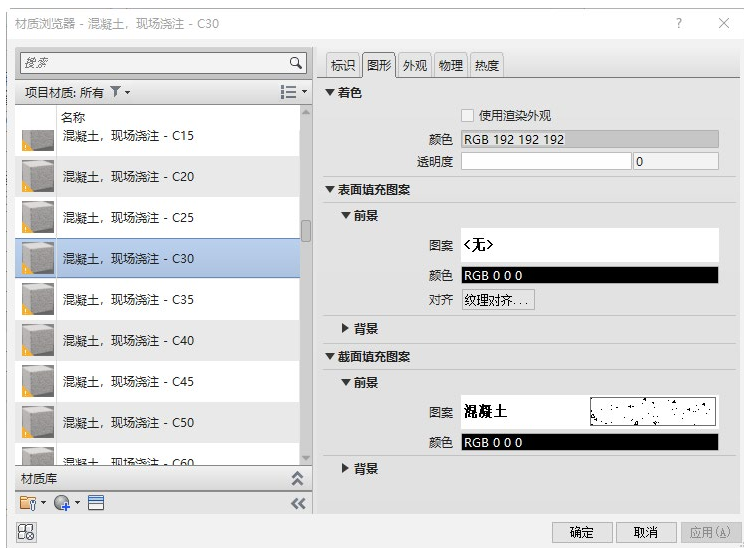

图 9-17 “材质浏览器”对话框
(12) 单击“结构材质”栏中的“浏览器”按钮 ，打开“材质浏览器”对话框，选择“混凝土，现场浇注 -C30”材质，其他采用默认设置，如图 9-17 所示，单击“确定”按钮，返回“编辑部件”对话框。